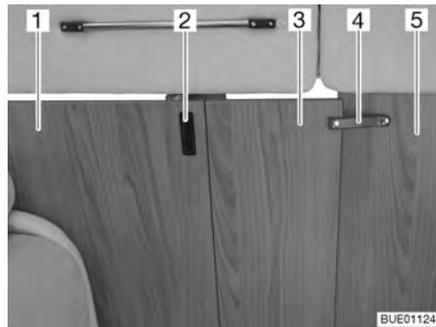

Fig. 41 Separazione cabina di guida, chiusa
- Tirare completamente verso l'interno la separazione cabina di guida (Fig. 41,1) mediante la maniglia (Fig. 41,2).
- Fissare la parte ribaltabile della separazione cabina di guida (Fig. 41,3) con la reggetta di sicurezza (Fig. 41,4) sulla parete intermedia di sinistra (Fig. 41,5).